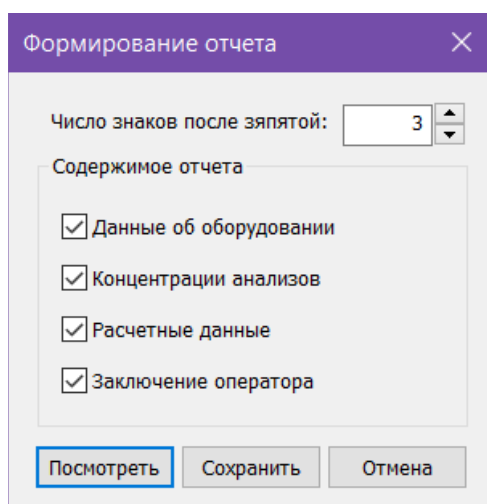

Рис. 7: Окно «Формирование отчёта»
1. Чтобы сформировать отчёт, в основном окне программы нажмите **Отчёт**. Откроется окно *Формирование отчёта* (Рис. 7).